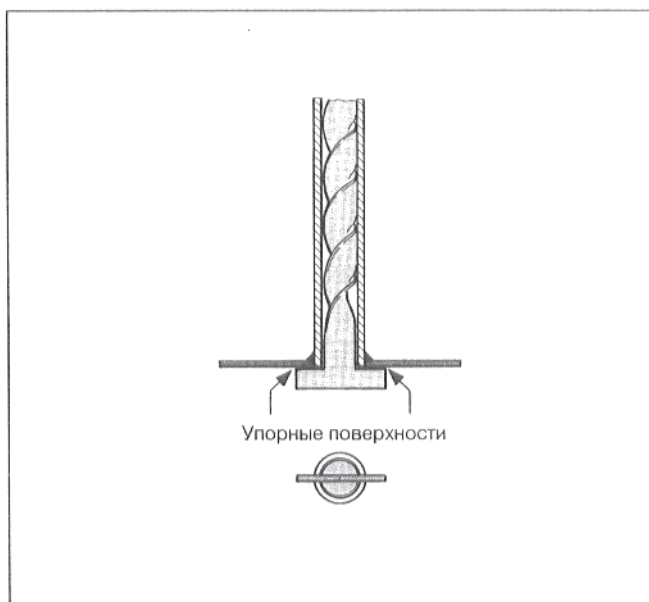

Рис. 27
- Удостовериться в том, что завихрители своими упорными поверхностями с торцевой стороны прилегают в горизонтальной плоскости к подключаемой трубе отопления (Рис. 27).
При этом обеспечить, чтобы упорные поверхности с торцевой стороны прилегали в горизонтальной плоскости к подключаемой трубе отопления (Рис. 27).